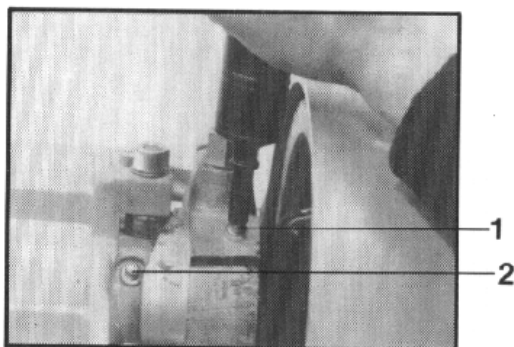

Рис.13.
- ⇒ Место нанесения смазки 1 для подшипника несущего вала (см. рис. 13)
- ⇒ Место нанесения смазки 2 для игольчатого подшипника (см. рис. 13)